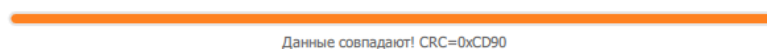

Рисунок 6 — CRC данных из памяти
3. результат будет отображен под шкалой текущего прогресса выполнения. Также будет отображено CRC данных из памяти (рис. 6).